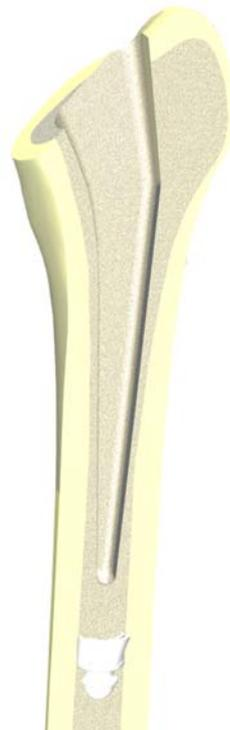

Abbildung 3: Implantiertes Zementstopper
- Im Anschluss daran ist das Setzinstrument gegen den Uhrzeigersinn herausdrehend wieder zu entfernen (Abbildung 3).